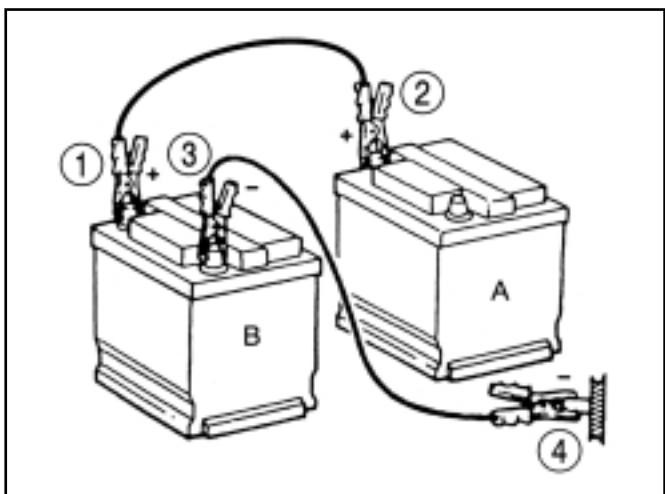

FIG. 35 / ABB. 35 / FIG. 35
Si la batterie (A) du tracteur était déchargée il y a moyen de démarrer le moteur avec une autre batterie (B) ou celle d'un autre tracteur. (Fig. 35). Suivez les conseils de la page suivante.
Falls sich die Batterie des Traktors (A) entladen hat, kann der Motor entsprechend Abb. 35 mit einer Starthilfebatterie (B) oder der Batterie eines anderen Fahrzeugs gestartet werden. Wie man dabei vorgeht, ist nachfolgend erläutert.
Wanneer de accu van de tractor leeg is (A), kunt u de tractor toch starten met behulp van een hulpaccu (B) of de accu van een ander voertuig (Fig.35). Volg de procedures zoals hieronder beschreven.